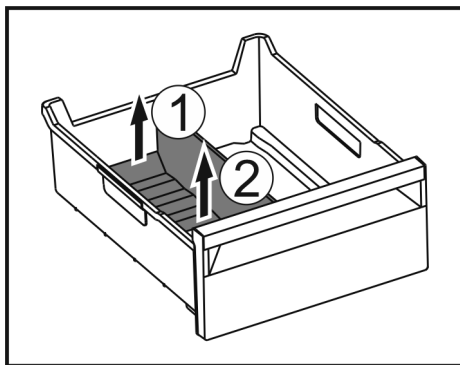

Fig. 167
- Zvedněte zadní část přepážky přihrádky na led. Fig. 167 (1)
- Přepážku přihrádky na led vyjměte nahoru. Fig. 167 (2)